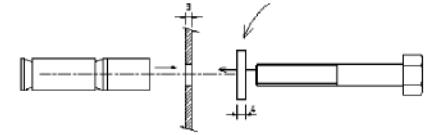

Figure 3
8. Sécurisez le coffre en utilisant les vis fournies. Effectuez cette opération comme suit: dévisser le boulon de la cheville, glisser la rondelle sur la vis de fixation et glisser la vis et la rondelle dans le trou prévu à cet effet dans le coffre (à l'arrière et/ou à la base). Revisser le boulon dans la cheville. Ensuite positionnez le coffre afin de pouvoir enfoncer intégralement les chevilles dans les trous du mur ou du sol. Utilisez une clé à pipe pour serrer au maximum les vis afin de sécuriser le coffre (voir figures 3 et 4).